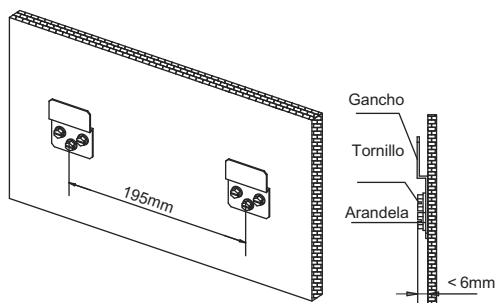

Fig.43-4
* Fije el gancho con tornillos en la pared (Vea Fig. 43-4)